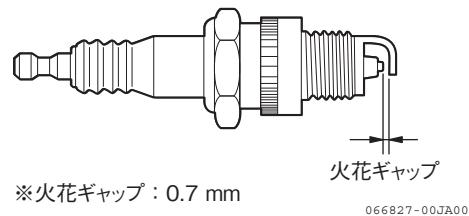

図 4-45 火花ギャップ
6. 火花ギャップ（電極すぎ間）を0.7 mmに調整します。（図 4-45）